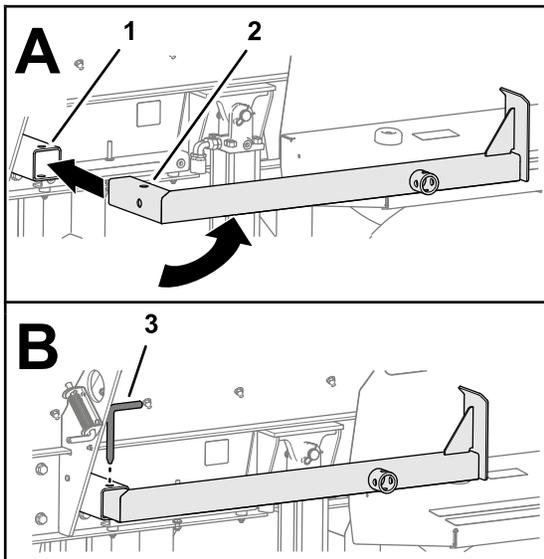

图 26
5. 水平旋转后千斤顶支柱并将其插入支柱管图 26。
6. 将千斤顶支柱与支柱管中的孔对准然后用千斤顶支柱销固定支柱图 26。